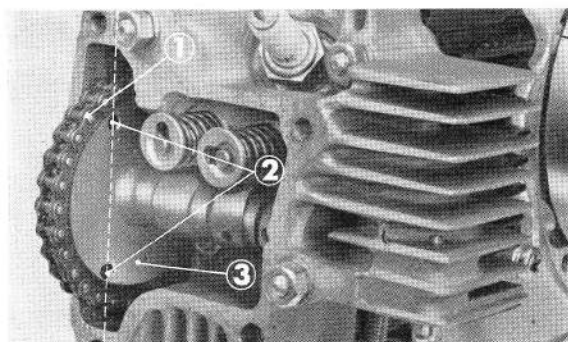

Figure 2-22 : ① chaîne de distribution ② ligne joignant les trous parallèle au plan du joint de culasse
5. Tourner le pignon d'arbre à cames de telle sorte que la ligne joignant les deux trous soit parallèle au plan du joint de culasse (au point mort haut) et installer la chaîne (figure 2-22).